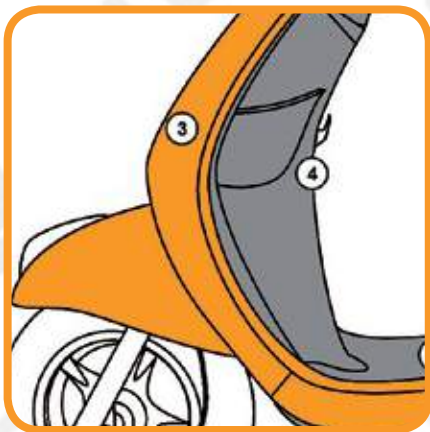

fig. 3.10
1. Maak paneel 3 los. U ziet de claxon zitten (fig. 3.10).